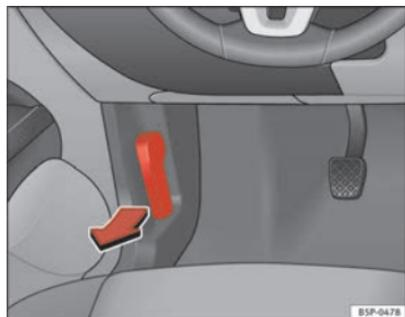

Fig. 155 Dettaglio del vano piedi sul lato del conducente: leva per l'apertura del cofano del vano motore.
- Tirare la leva situata sotto il cruscotto ⇒ fig. 155 nella direzione indicata dalla freccia. Il cofano si sblocca sotto la spinta di una molla ⇒ ⚠.